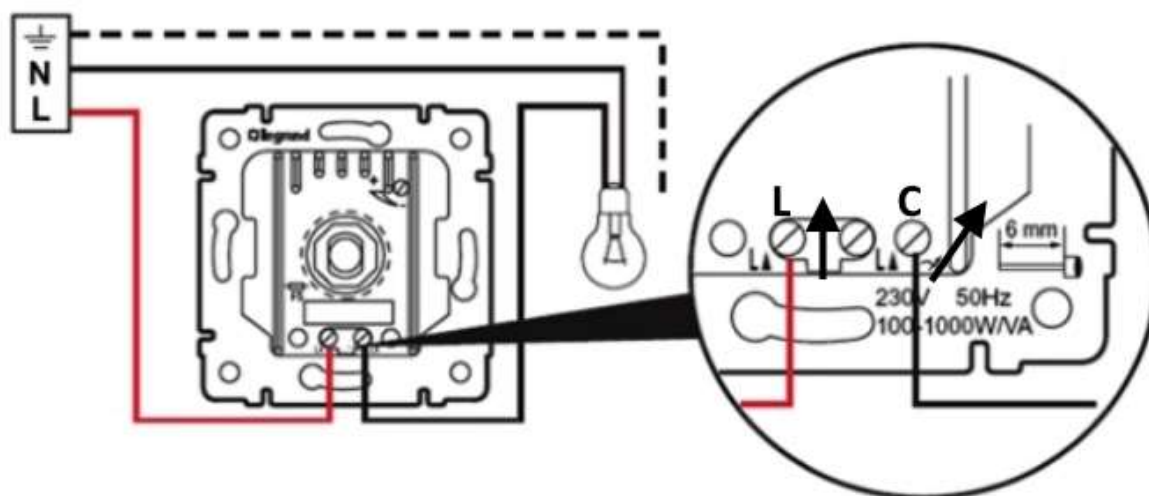

Figura 3.32 Conectarea unui variator de tensiune simplu.
**Conectarea unui variator** în locul unui întrerupător se face ca în **figura 3.32**: